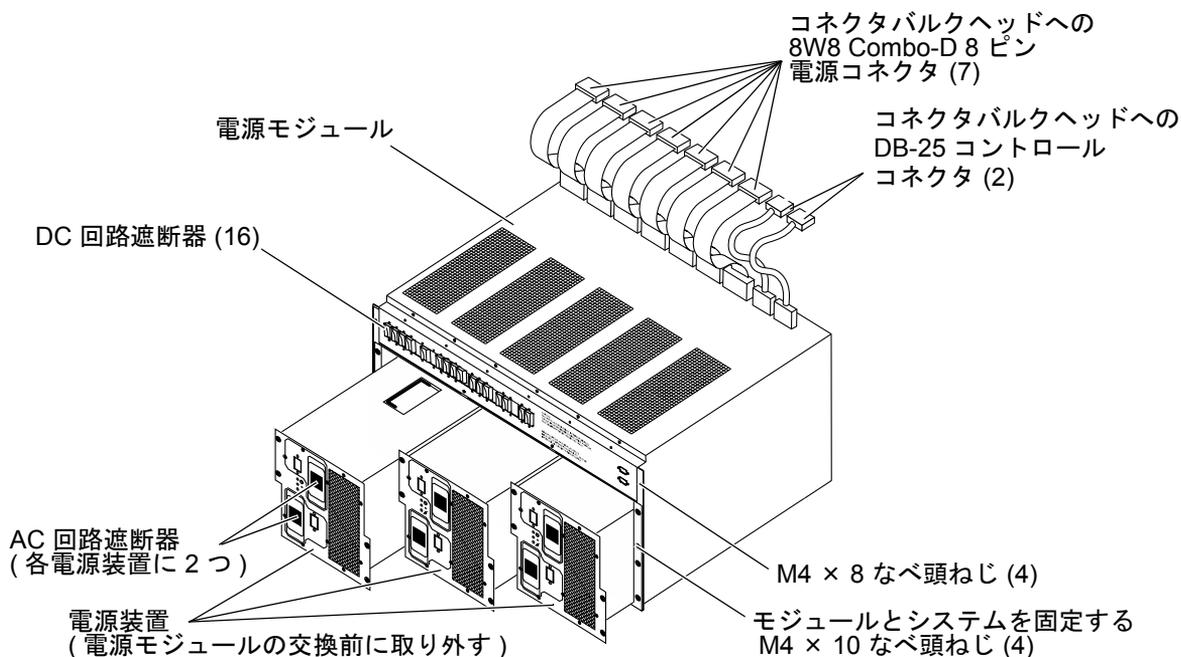

図 3-2 電源モジュール
Sun Fire E25K/E20K システムには、2つの電源モジュールが装備されています。各電源モジュールは、3つのホットスワップ可能な電源装置を搭載しています。モジュールは、システムの正面に1つと背面に1つあります。詳細は、図 3-2 を参照してください。
9. 図 3-2 に示すように、電源モジュールの正面の縁とシステムシャーシを固定している 4本の M4×10 なべ頭ねじを外します。
1. 左側の 7 つの 8W8 Combo-D 8 ピン DC 電源コネクタと、右側の 2 つの DB-25 コントロールコネクタを接続し、ジャックねじを手で締めます (図 3-2)。
3. 図 3-2 に示すように、モジュールとシステムを固定する 4 本の M4 × 10 なべ頭ねじで、電源モジュールをシステムシャーシに固定します。
4. 図 3-2 に示すように、7 つの 8W8 Combo-D 8 ピン DC 電源コネクタ (左側) と 2 つの DB-25 コントロールコネクタ (右側) をシステムシャーシの取り付けバルクヘッドに接続し、ジャックねじを手で締めます。